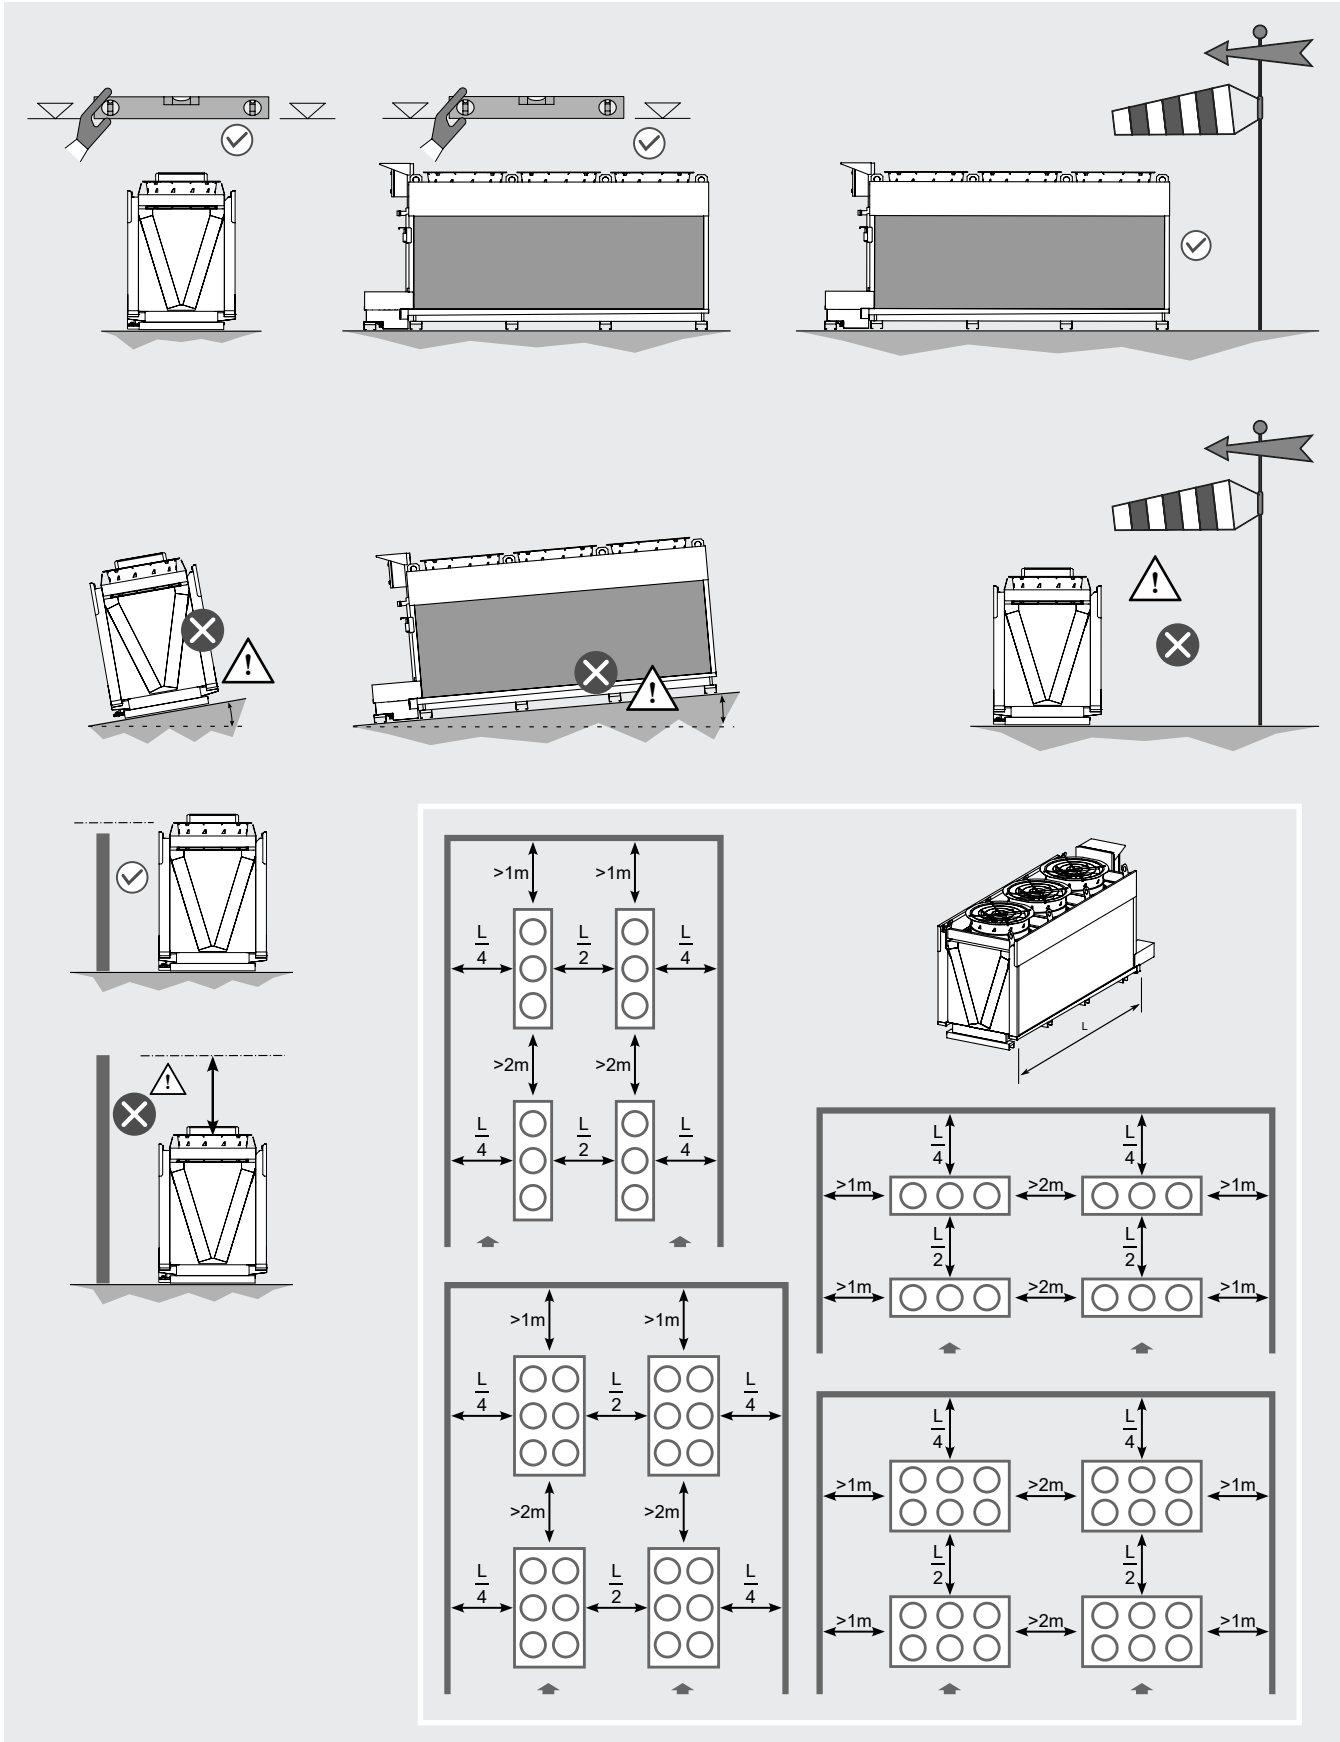

Figura 10
- 6.6 Disponer un espacio adecuado para la circulación del aire y para el mantenimiento. Evite dirigir el flujo de aire contra superficies reflectantes o que aumenten el nivel de ruido. El espacio mínimo entre los modelos se puede reducir en función de la altura de colocación con el uso de patas especiales de elevación o de una plataforma de apoyo. Para un funcionamiento óptimo, coloque el modelo ortogonalmente a la dirección de los vientos dominantes. Para instalaciones diferentes de las indicadas comunicarse con Modine. El modelo debe instalarse sobre una superficie plana perfectamente horizontal que pueda soportar el peso del modelo. Ver la Figura 10.